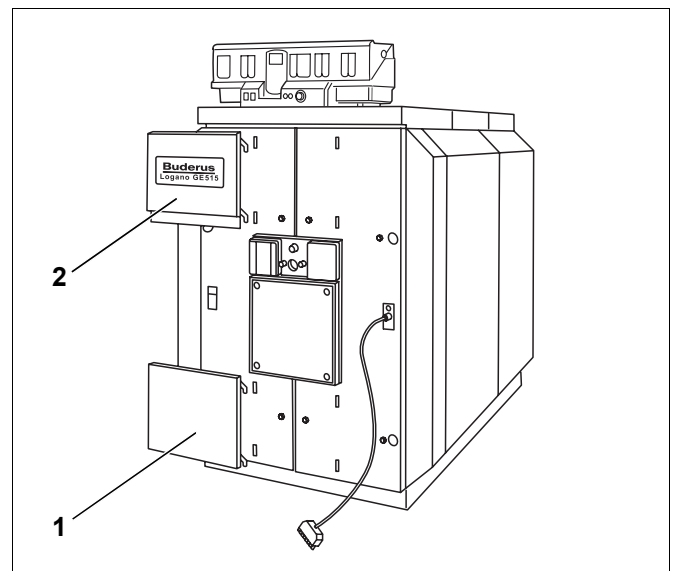

Bild 58 Brenner-türblenden einhängen
- Brenner-türblenden in die Brenner-türverkleidung ein-hängen (Bild 58, **Pos. 1 und 2**).